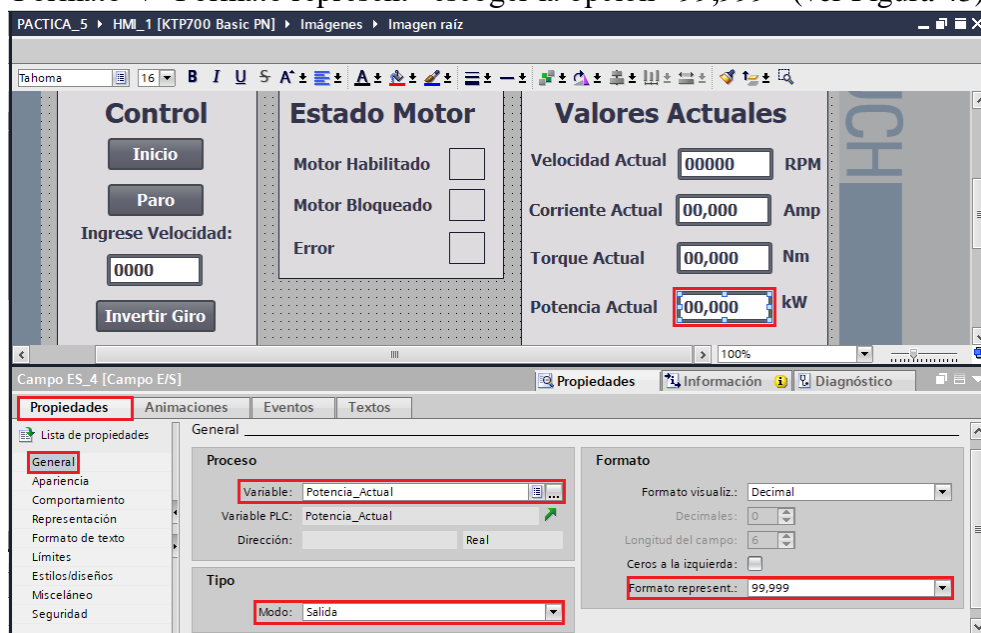

Figura 43. Configuración Potencia actual.
- En “Formato” / “Formato represent” escoger la opción “99,999” (ver Figura 43).